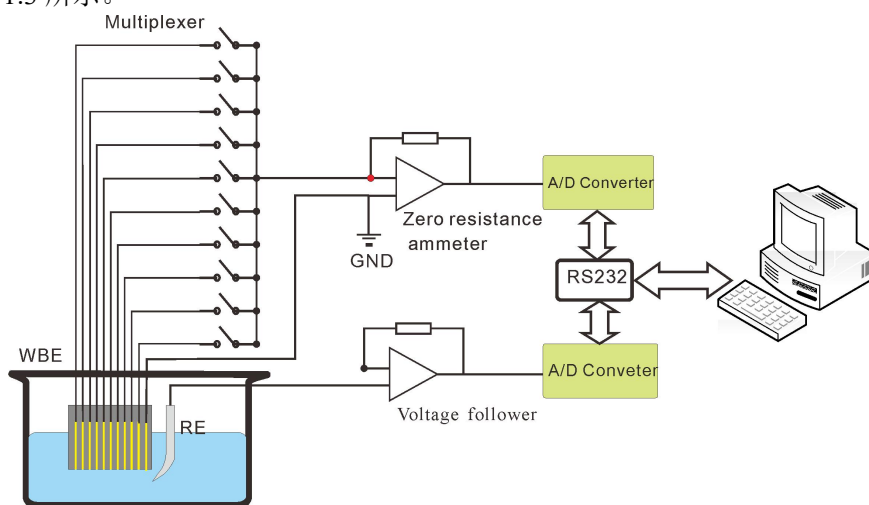

图 1.3 CST520 仪器内零阻电流测量及表面电流扫描电路
(2) 进行电流测量时，将待测量的单根丝束 n_x 短接到零阻电流计（ZRA）的反向端，而其余 99 根丝束则短接到地，测量单根丝束 n_x 与其余 99 根丝束之间的偶接电流，依次顺序切换丝束 n_x ($x=1\sim100$) 与其余 99 根丝束电极组成电流测量回路，即可扫描到整个电极表面的电流分布，如下图 1.3 所示。